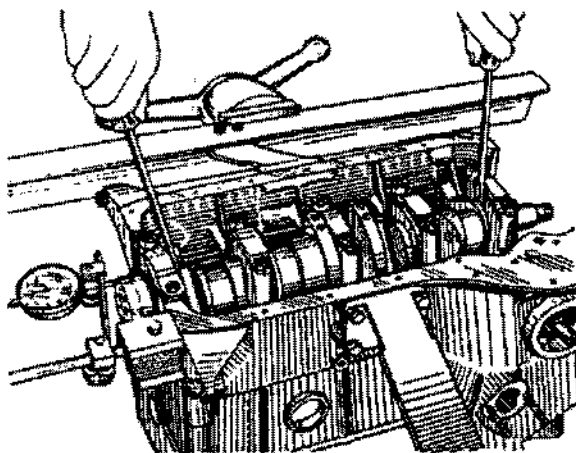

Fig. 2-39. Verificação da torção axial.
- instalar um micrômetro de dial com base magnética e posicionar duas chaves de fenda nos contrapesos da árvore de manivelas, conforme ilustrado na fig. 2-39.